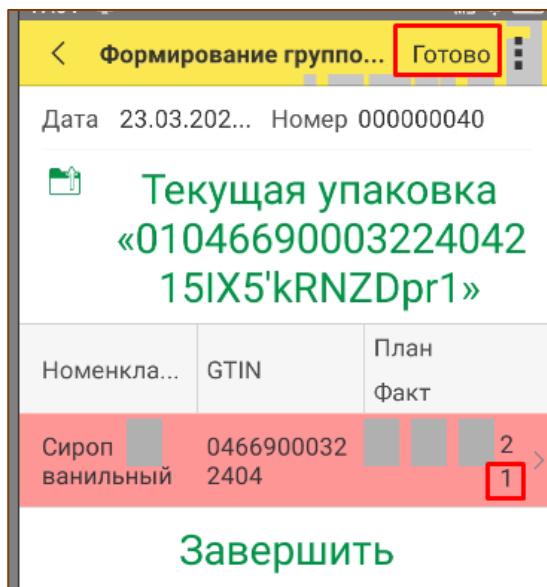

Рис. 8.13 – Сохранение изменений после изъятия КМ
- Произойдет уменьшение значения «Факт». Для сохранения изменений в данной упаковке необходимо нажать «Готово» (Рис. 8.13).